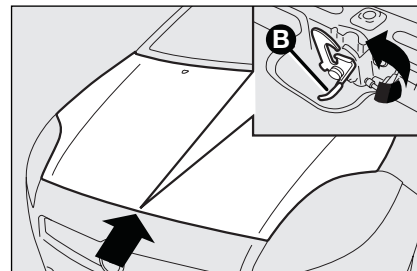

Рис. 97
- потяните рычаг **B**, **рис. 97**, и поднимите капот.